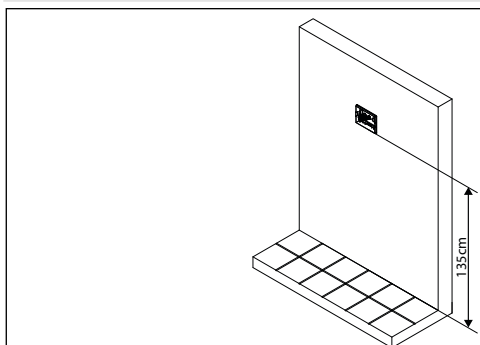

Fig. 4
2. Proteggere i fori di fissaggio del videocitofono alla scatola da incasso e murare a filo muro la scatola da incasso **in posizione orizzontale** lasciando circa 135cm tra la parte inferiore della scatola e il pavimento come mostrato in **Fig. 4**;